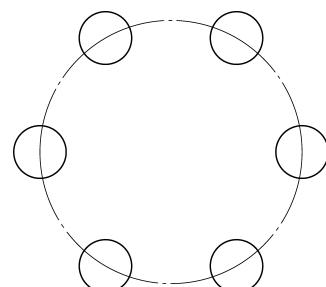

图 5-27 例 5-16 图
【例 5-16】 利用二维绘图编辑命令绘制如图 5-27 所示图形，绘制一个直径为 100 的大圆和 6 个均匀分布在大圆上的小圆，直径为 20（不标注尺寸）。
按 <Enter> 键接受或 [关联 (AS) → 基点 (B) → 项目 (I) → 项目间角度 (A) → 填充角度 (F) → 行 (ROW) → 层 (L) → 旋转项目 (ROT) → 退出 (X)] <退出>: (按 <Enter> 键, 如图 5-27 所示)